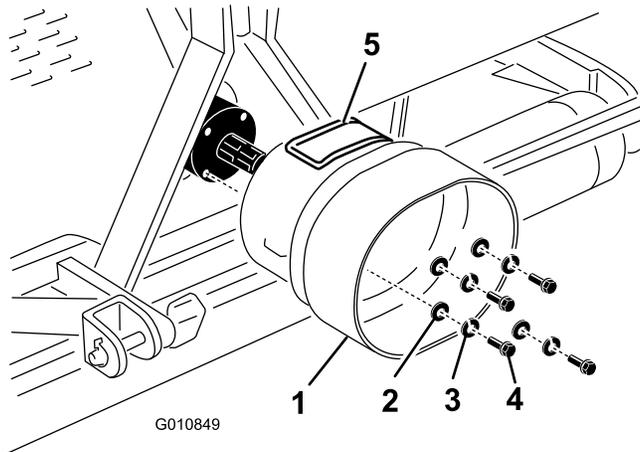

図 18
1. エアレータのギア・ボックス後部についているボルト、ロック・ワッシャ、平ワッシャ（各 4 個）を外す（図 18）。
2. いま取り外したボルト類を使用して、PTO シールドをエアレータのギア・ボックスに取り付ける（図 18）。PTO シールドを取り付ける際に、アクセス・パネル（図 18）が上または側面にくるようにする；上になるか側面になるかは、エアレータのフレームの構成による。
**注** アクセス・パネル（図 18）は、PTO シャフトの取り付けボルト類へのアクセスを容易にするためのパネルです。